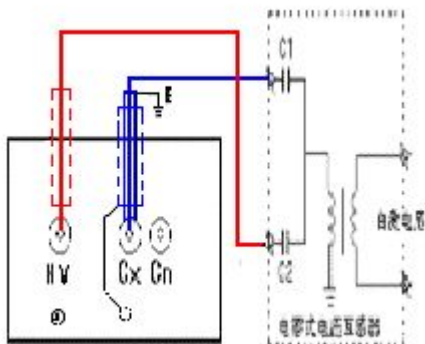
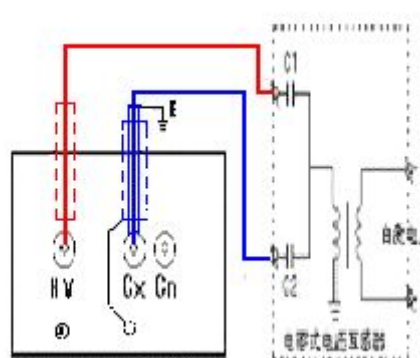

图 9 自激法测量 C1
图 10 自激法测量 C2
- 按图 9 或图 10 接线, 分别测量 C1 和 C2, 将 CX 电缆线插头端的外屏蔽引出线连至专用接地端;